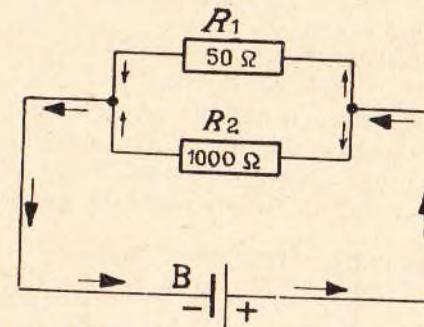

Abb. 24 Parallelschaltung von 2 Widerständen
Einfacher wird die Rechnung, wenn nur 2 Widerstände nebeneinander (parallel) geschaltet sind (siehe Abb. 24). Für diesen Fall rechnet man schneller mit der **vereinfachten** Formel:
**Aufgabe:** Wie groß ist der Gesamtwiderstand (Ersatzwiderstand), wenn zwei Widerstände  $R_1 = 50 \Omega$  und  $R_2 = 1000 \Omega$  parallel geschaltet sind (Abb. 24)?